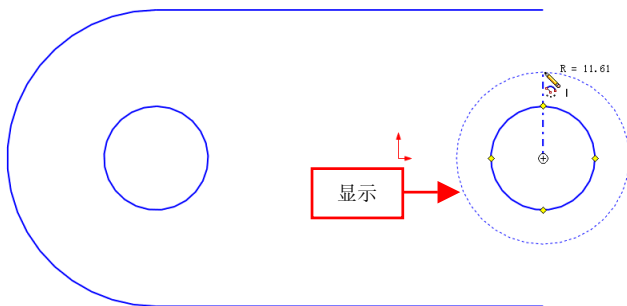

图 2-12 显示一个虚线圆
(3) 在绘图区中的右侧相应位置上，单击鼠标左键，进入草图绘制环境，再次单击圆心点并拖曳，出现一个虚线圆，如图 2-12 所示。